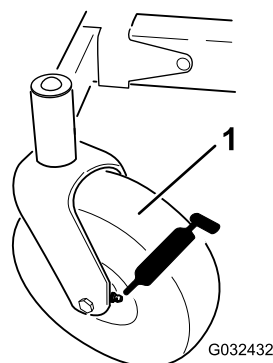
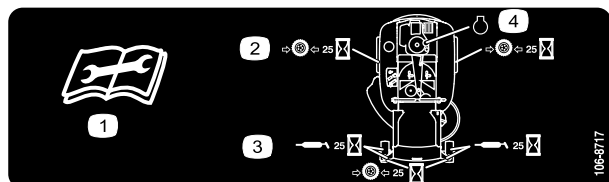

図 38
図 39
3. グリスニップルをウェスできれいに拭く 図 38 と 図 39。
4. ニップルにグリスガンを接続する 図 38 と 図 39。